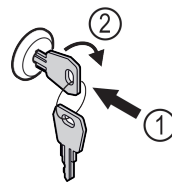

Fig. 176
- ▶ Пъхнете ключа. Fig. 176 (1)
- ▶ Завъртете го на 90° по посока на часовниковата стрелка. Fig. 176 (2)